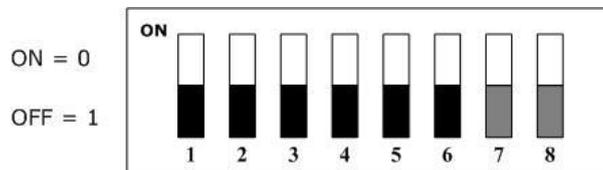

图 1.5 拨码开关设置使模块的波特率和 MAC ID 值为默认值
- 波特率开关设定值为 3 且 MAC ID 开关设定值为 63 时，模块的波特率默认为 1000kbps，MAC ID 值默认为 63，如图 1.5 所示，此时模块会存储默认波特率。
注意：当模块拨码开关设定值为全 OFF 时，如图 1.5 所示，此时如果通过网络配置节点的波特率或者节点地址，在配置完毕时必须重新启动，在重新启动之前，请将拨码开关 1~6 位任意拨至 ON 状态；否则重新启动时，由于模块拨码开关设定值为全 OFF 状态，模块的波特率默认为 1000kbps，MAC ID 值默认为 63。